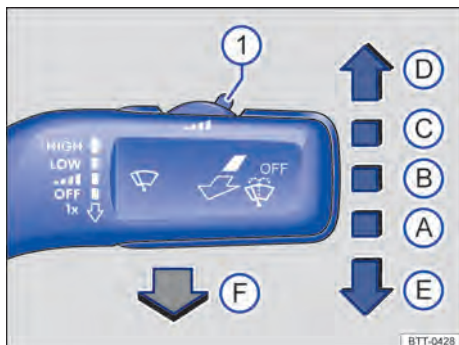

Fig. 96 À direita da coluna de direção: comandar os limpadores do para-brisa.
Limpeza com intervalos do para-brisa. Com o interruptor ⇒ Fig. 96 ajustar os níveis de intervalo (veículos sem sensor de chuva) ou a sensibilidade do sensor de chuva.
- Pressionar a alavanca dos limpadores do para-brisa brevemente para baixo \Rightarrow Fig. 96 .